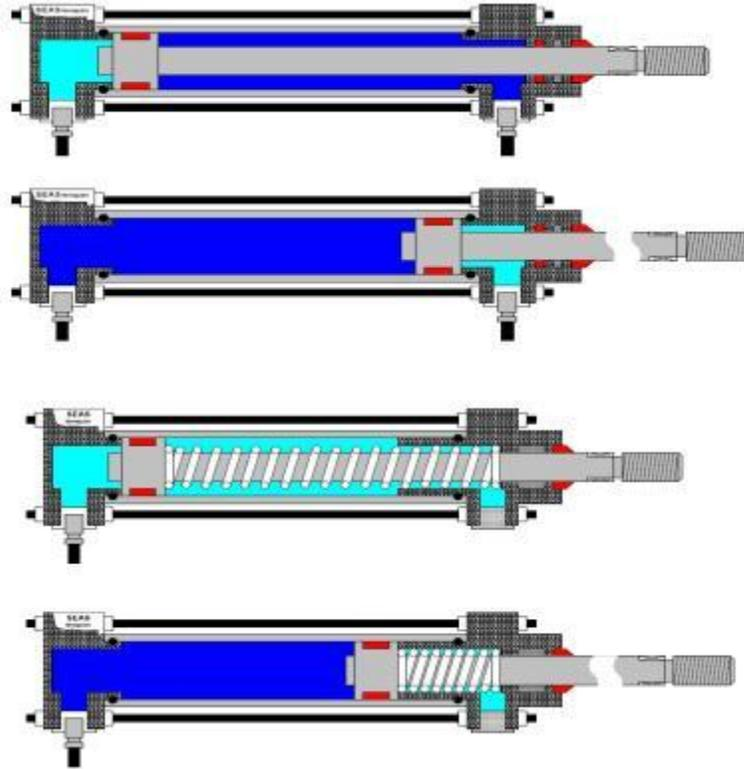

Figura 8. Cilindros.
- En la figura 8 se muestra la construcción interna de dos cilindros en sus etapas de trabajo, de los cuales de acuerdo a la imagen identifique cual es simple efecto y cual es doble efecto, con ayuda del profesor identifique los 2 tipos de cilindros físicamente: